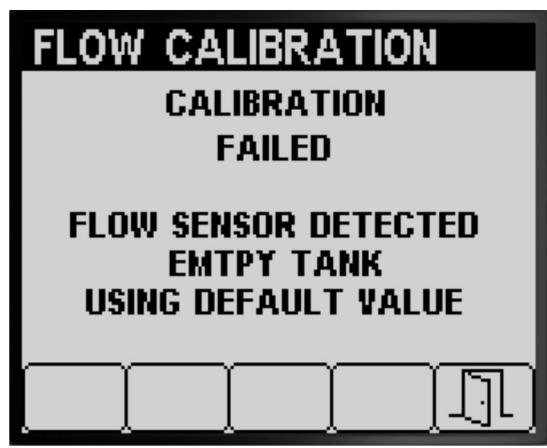
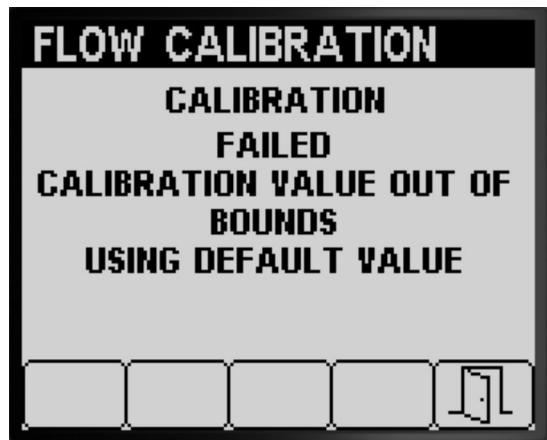

Figura 56
Figura 57
- Compare un messaggio indicante che la taratura della portata non è riuscita (Figura 56).
Se il valore della calibrazione oltrepassa i limiti (Figura 57) contattate i vostro centro assistenza Toro autorizzato; altrimenti, rivedete il messaggio di errore e ripetete i passaggi delle procedure di taratura in Preparazione per il test di raccolta \(pagina 19\), Preparazione delle sezioni di irrorazione per il test di raccolta \(pagina 20\) e Esecuzione del calcolo della taratura \(pagina 23\).
3. Premete il pulsante 5 per uscire dalla schermata Taratura della velocità (Figura 55, Figura 56 e Figura 57).